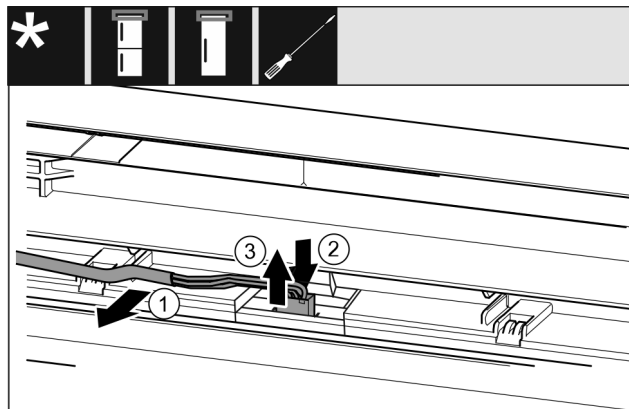

Fig. 21 Kombinace chladničky s mrazničkou / mrazničky / chladničky
- Kabel Fig. 21 (1) opatrně uvolněte z vedení ve dveřích.\*
- Zatlačte lamelu Fig. 21 (2) za zástrčku směrem dozadu.\*
- Zástrčku Fig. 21 (3) opatrně vytáhněte směrem nahoru.\*